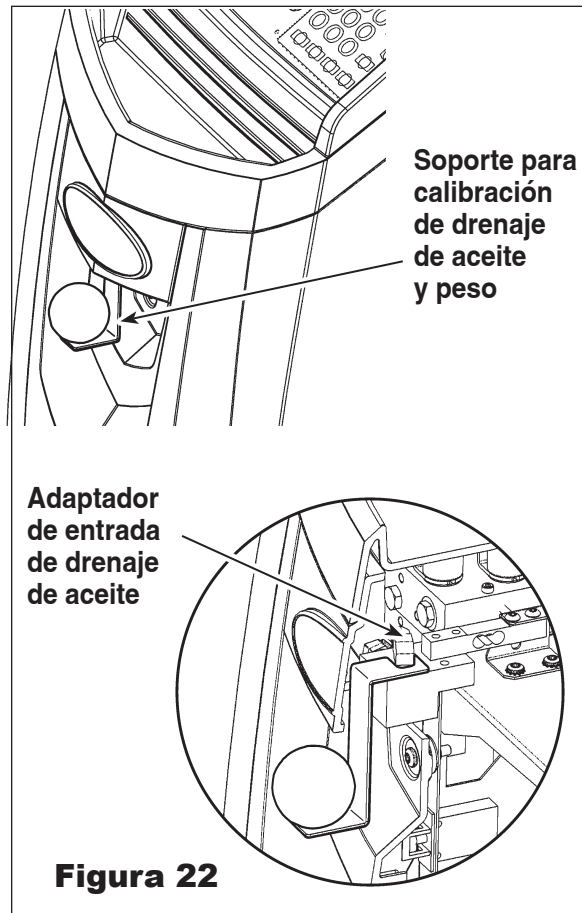

Figura 22
2. Enganche la ranura al extremo del soporte para calibración del drenaje de aceite (suministrado) alrededor del adaptador de entrada, como se muestra en la Figura 22.